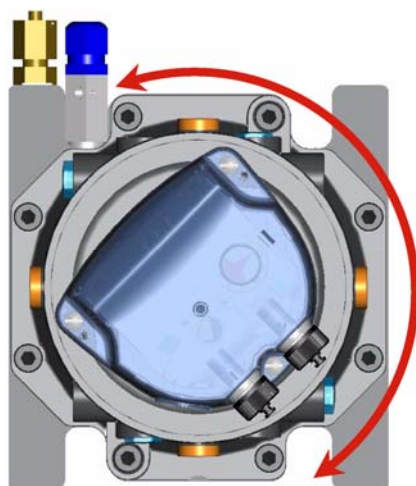
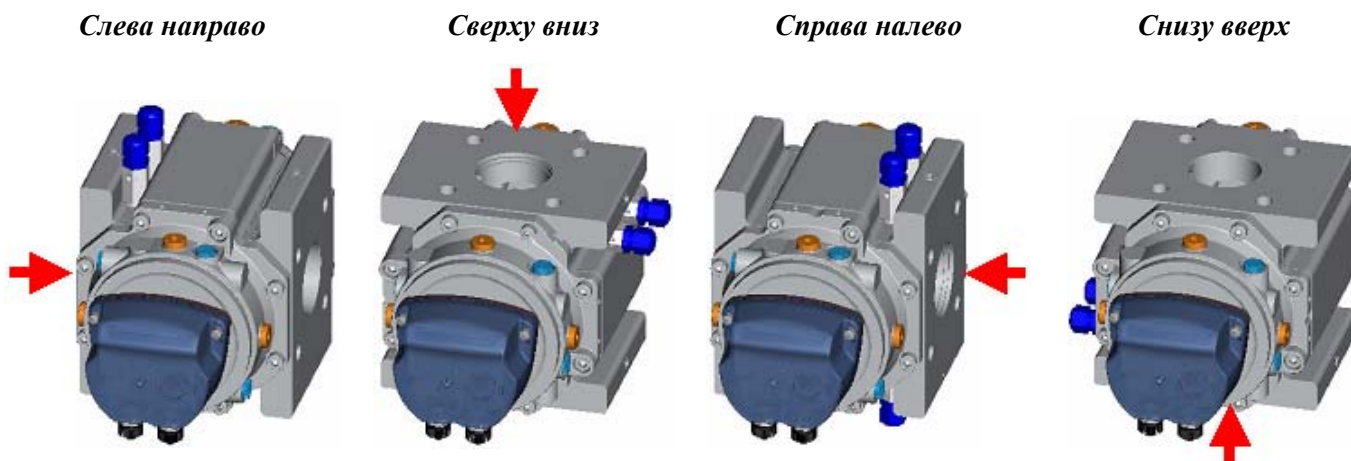

Рис. 4. Поворотное отсчетное устройство
Рис. 5. Варианты установки счетчиков в зависимости от направления потока газа
- 3.16.1. Счетчики с DN от 40 до 150 мм в корпусе из алюминия или чугуна, а также с DN 50 мм в стальном корпусе, имеющие поворотное отсчетное устройство (корпус отсчетного устройства может поворачиваться на 350° для выбора удобного угла считывания показаний) (см. рис. 4), могут устанавливаться в любом положении относительно направления потока газа (относительно горизонтально расположенного роликового сумматора газ может двигаться по следующим направлениям: слева направо, справа налево, сверху вниз, снизу вверх) (см. рис. 5). Счетчики с DN 80 мм в стальном корпусе имеют следующие два варианта исполнения для установки на горизонтальном и вертикальном участках трубопровода (требуемый вариант исполнения указывается при заказе): относительно горизонтально расположенного роликового сумматора газ может двигаться по следующим направлениям: